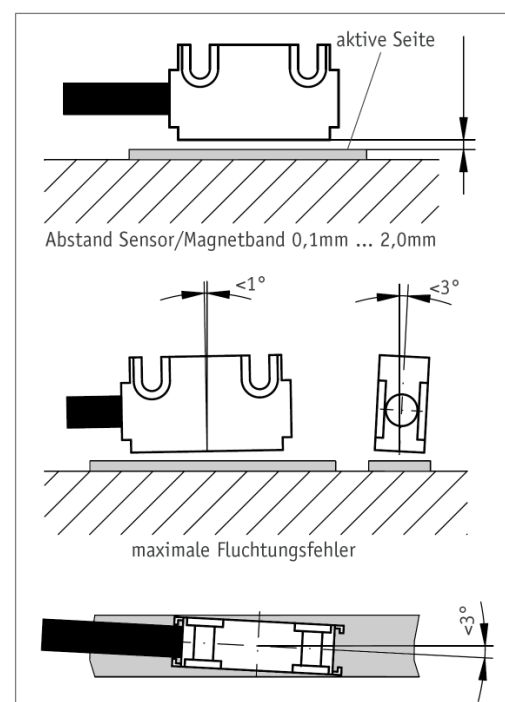

Abb. 7: Ausrichtung des Sensors
- Beachten Sie die Abstandmaße zwischen Sensor und Magnetband sowie die Winkeltoleranzen, diese müssen über die gesamte Messstrecke eingehalten werden! (Abb. 7)
- Die Abstandstoleranz zwischen Sensor und Magnetband wurde nicht über die gesamte Messstrecke eingehalten, der Sensor streift auf dem Magnetband (Abb. 7).
- Der Sensor ist mit der aktiven Seite vom Band abgewandt montiert (Abb. 7). Die aktive Seite ist zusätzlich mit dem Aufkleber "Bandseite" gekennzeichnet.
- Der Sensor wurde nicht entsprechend Abb. 7 ausgerichtet